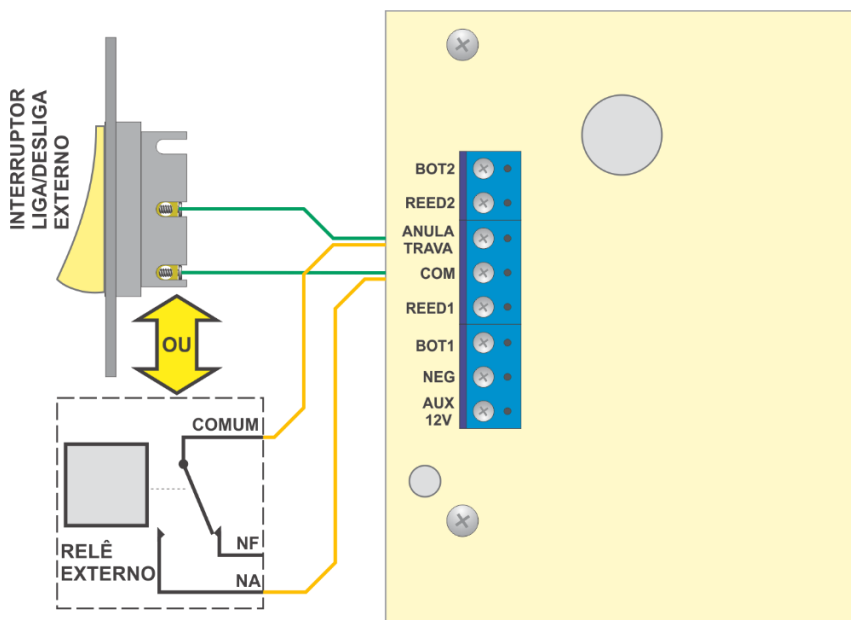

Figura 6
- Através de um relé conectado entre o borne **ANULA TRAVA** e o **COM**. Podem ser relés de equipamento controlado remotamente (via IP) normalmente encontrado em portarias remotas ou mesmo relés de PGMs. Veja figura 6.
O alarme de porta aberta possui dois tipos de som: Um melódico que toca quando apenas uma das portas está aberta e outro intermitente quando ambas estão abertas. Há também a opção de alarme somente quando ambas as portas estão abertas, ou seja, o alarme só toca nesta situação. Para ligar e desligar este alarme, configure o Jumper JP4. Veja a localização do JP4 na figura 6.
A fonte FNB-INTER possui a função de abrir automaticamente a 2ª porta ao se fechar a 1ª. Esta função pode ser ativada/desativada através do jumper JP2. Veja a localização do JP2 na figura 6.